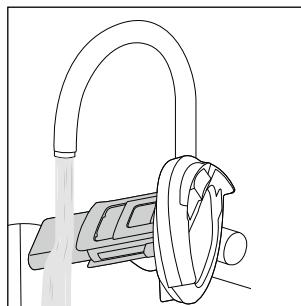

Afb. 23
- ◆ Spoel het vuilwaterreservoir **2** onder warm, stromend water af (zie afb. 23).